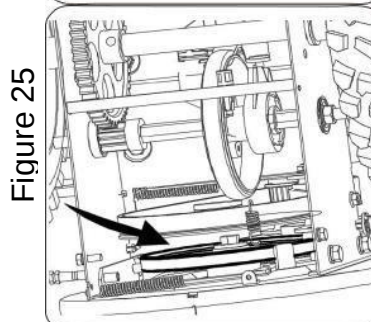

Figure 25
5. Снимите ремень со шнекового шкива и вставьте ремень между опорным кронштейном и шнековым шкивом. Соберите сменный шнековый ремень, следуя инструкциям в обратном порядке. Fig.25.